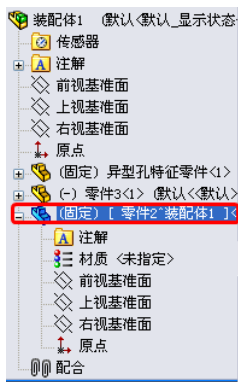

图 11-13 设计树
(1) 新创建一个装配体文件。
(2) 单击“装配体”工具栏中的 (新零件)按钮,或选择菜单栏中的“插入”→“零部件”→“新零件”命令,在设计树中添加一个新零件,如图 11-13 所示。